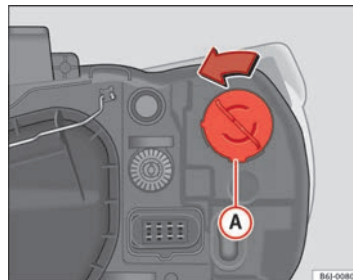

Abb. 147 Blinker bei Einfachscheinwerfer
- Drehen Sie den Lampenträger ⇒ Abb. 147 Ⓐ nach links und ziehen Sie.